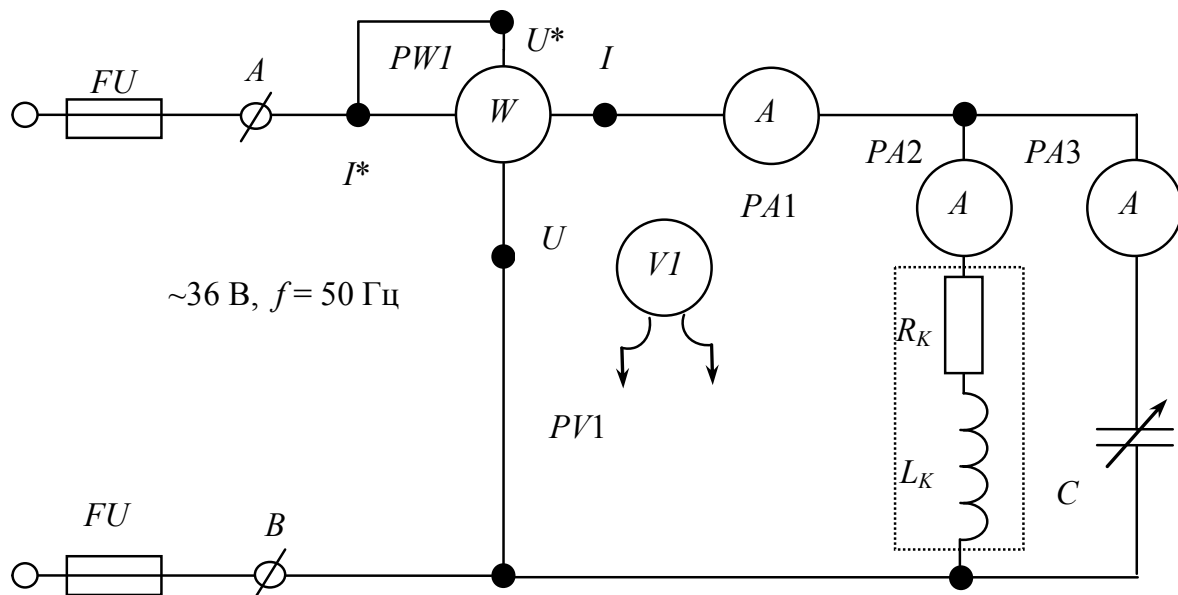

Рис. 26. Схема электрической цепи лабораторной установки
1. Соберите электрическую цепь согласно схеме, представленной на рис. 26.